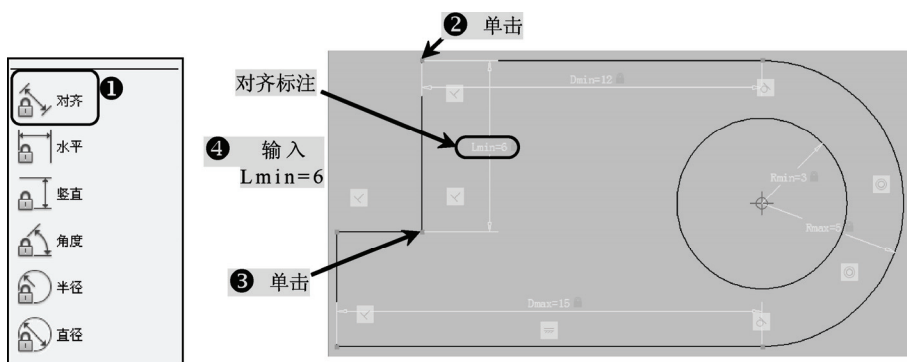

图 10-25 标注 Lmin
14) 在块编写选项板上单击选择“尺寸约束”选项卡，选择“对齐”工具，对图中所示线段进行“对齐”标注，单击目标对象确定后，输入“Lmin=6”，如图 10-25 所示。